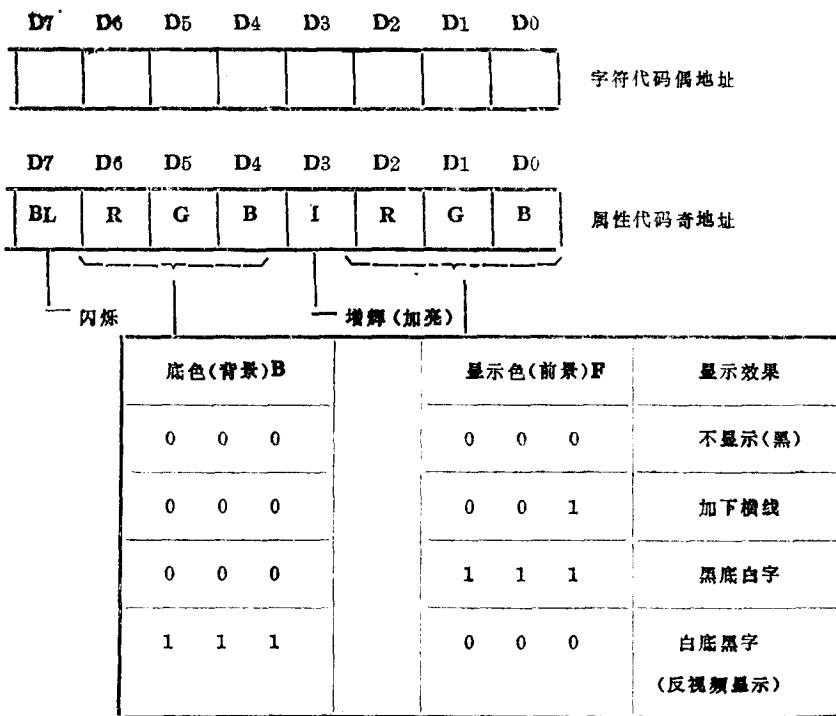

图 2-5 字符及属性编码
2、字符缓存及属性缓存各 2K 字节：屏幕显示的每个字符都具有一个相应的属性，字符代码存入显示缓存器偶地址单元，属性代码存入奇地址单元。4K 字节缓存正好分别存放  $80 \times 25 = 2000$  个待显示的字符码及其对应的属性码，亦即整个屏幕的字符信息。字符及属性编码见图 2-5。从图可见，字符可具有闪烁、增辉和反视频显示（白底黑字）等属性。